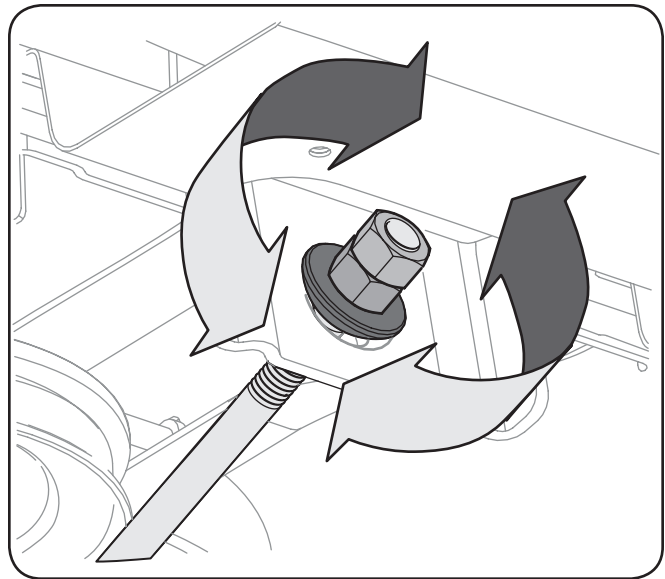

Figura 6-5
5. Para levantar la parte delantera de la cubierta, retire la tapa, afloje la tuerca exterior y apriete (rosca hacia adentro) cada tuerca contra el soporte de suspensión delantera. Vea la Figura 6-5. Cuando se logra el ajuste correcto, vuelva a apretar la tuerca exterior y reemplace la tapa.
6. Para bajar la parte delantera de la cubierta, retire la tapa, afloje la tuerca exterior y luego afloje (rosca hacia afuera) la tuerca, lejos de la ménsula de suspensión frontal. Vea la Figura 6-5. Cuando se logra el ajuste correcto, vuelva a apretar la tuerca exterior y reemplace la tapa.